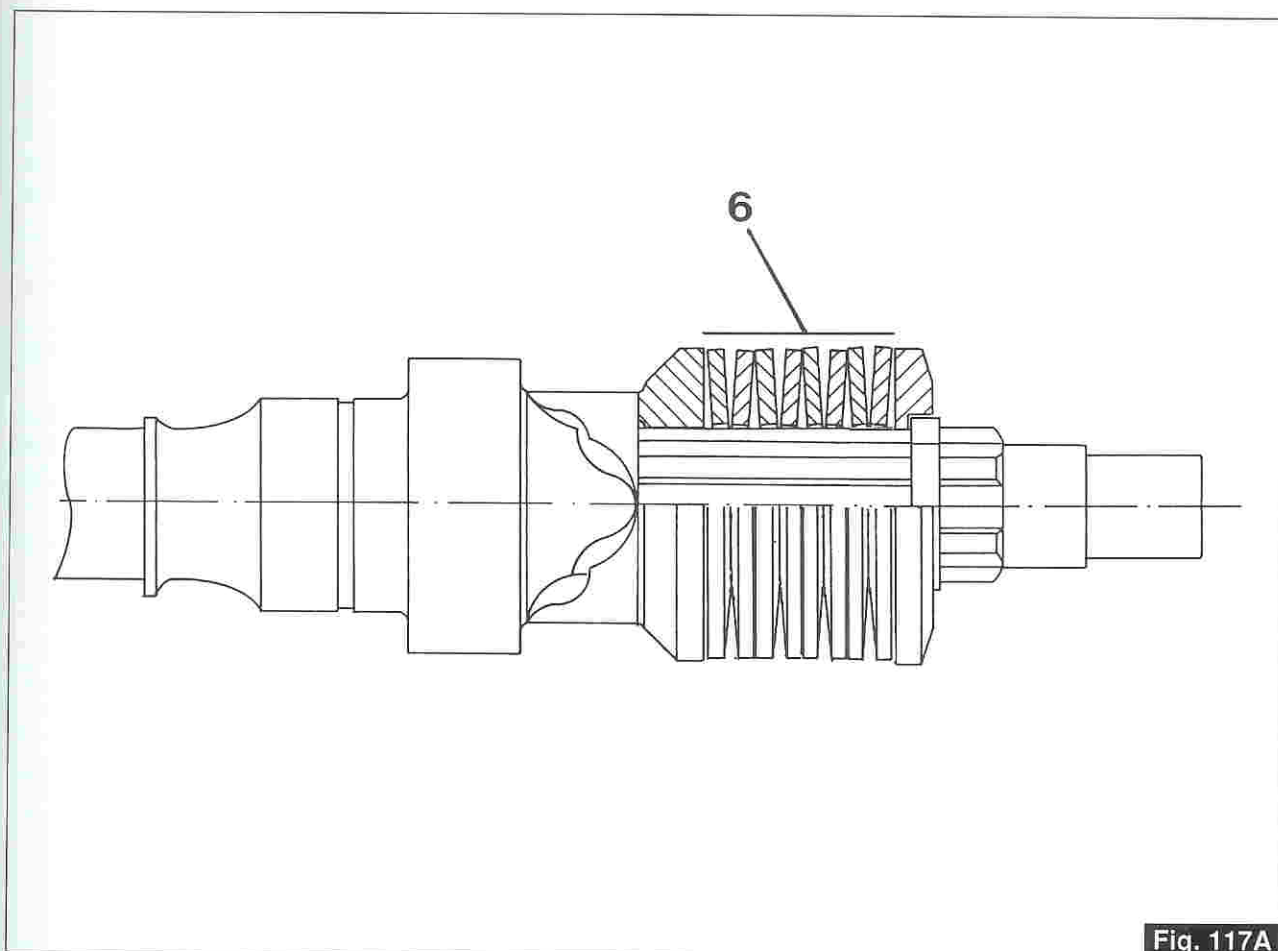

Fig. 117A
N.B.: La fig. 117A mostra la corretta posizione di montaggio delle molle a tazza pos. 6.
N.B.: The fig. 117A shows the right assembly position of the cup springs pos. 6.